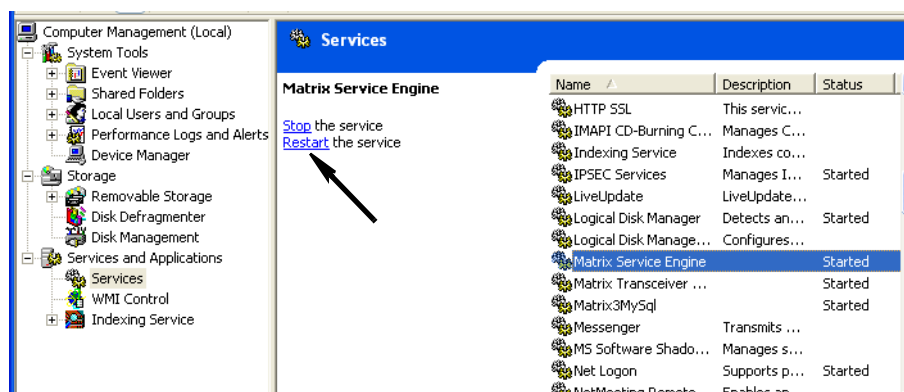

FIG. 43
- k. Haga clic en el vínculo Reiniciar servicio (FIG. 43).